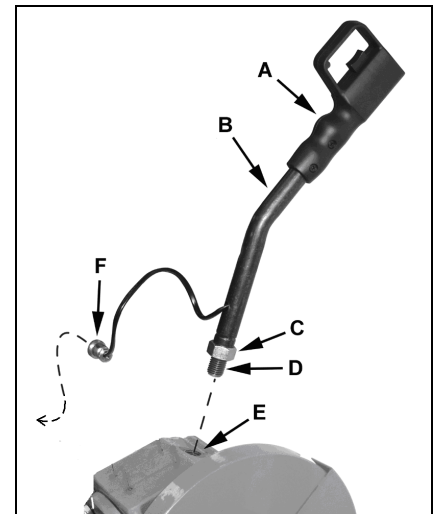

Fig 1
Visser l'extrémité filetée (D, Fig 1) de la poignée (B) dans l'orifice fileté (E).
La machine peut être mise en route et arrêtée par la poignée de commande (A, Fig 1)